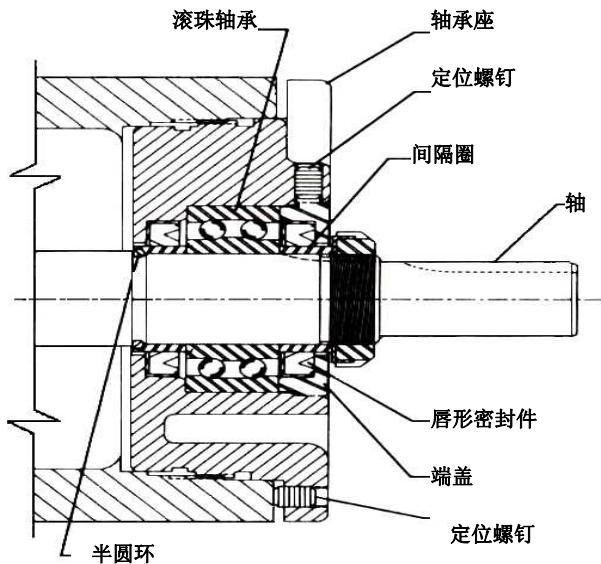

图 8
4. 松开轴承座表面的定位螺钉, 将轴承座部件从支架上拆除。参见图 8。